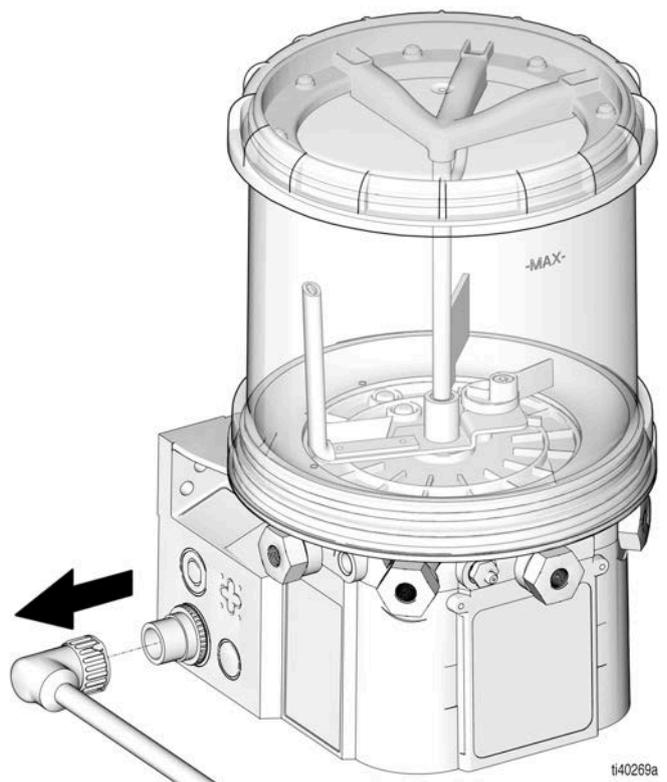

FIG. 20
**REMARQUE :** Si un coupe batterie n'est pas disponible, retirer le cordon d'alimentation (FIG. 20).